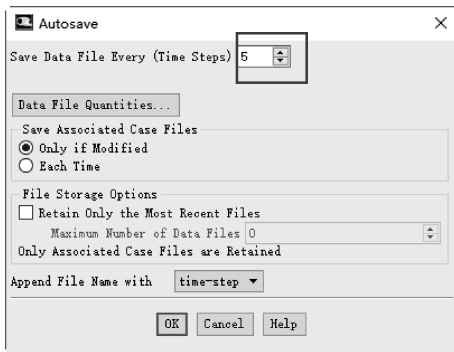

图 11-24 设置自动保存时间步
(4) 单击 Ribbon 功能区【Solving】→【Autosave...】→【Save Data File Every (Time Steps)】=5, 其他默认, 如图 11-24 所示。